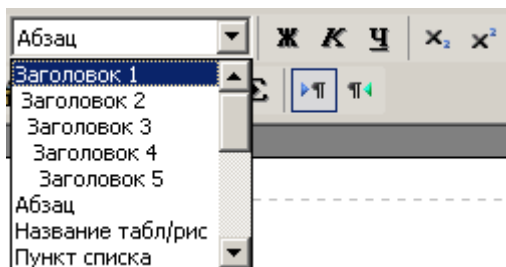

Рис. 5.46
2. На инструментальной панели **Формат** откройте выпадающий список стандартных стилей (Рис. 5.46).